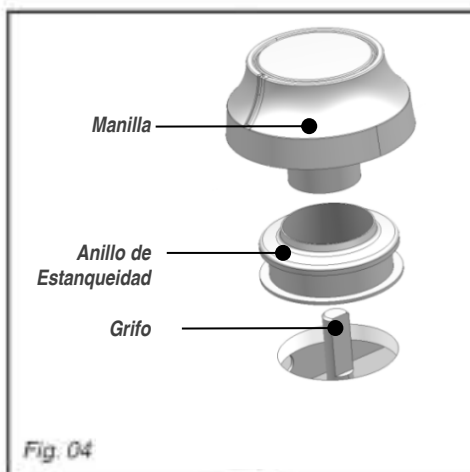

Fig. 04
- **Regule los ralenties de los grifos:** éstos se encuentran debajo de las palancas (Fig. 04).